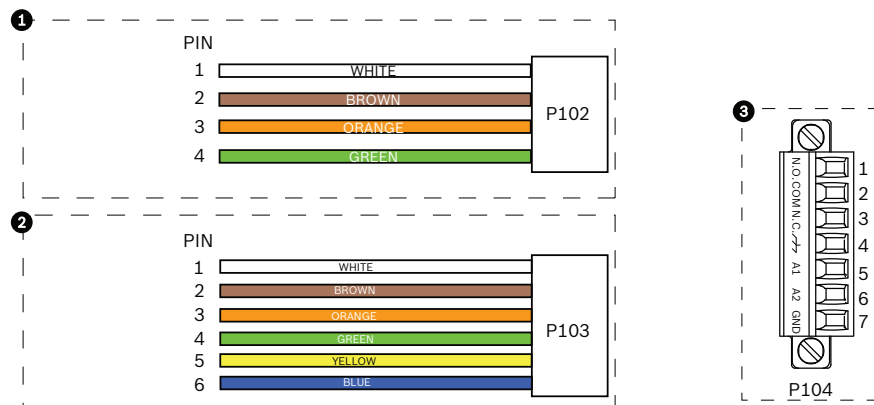

Figura 3.11 Conectores de alarma y relé
5. Para conectar relés y alarmas supervisados, conecte los cables apropiados a las terminales correspondientes del conector P104 de la placa de interfaz de techo (consulte *Figura 3.11*, anterior). Consulte también *Sección 6 Conexiones de alarmas y relés, Página 65* para obtener más información sobre las conexiones de alarmas y relés.